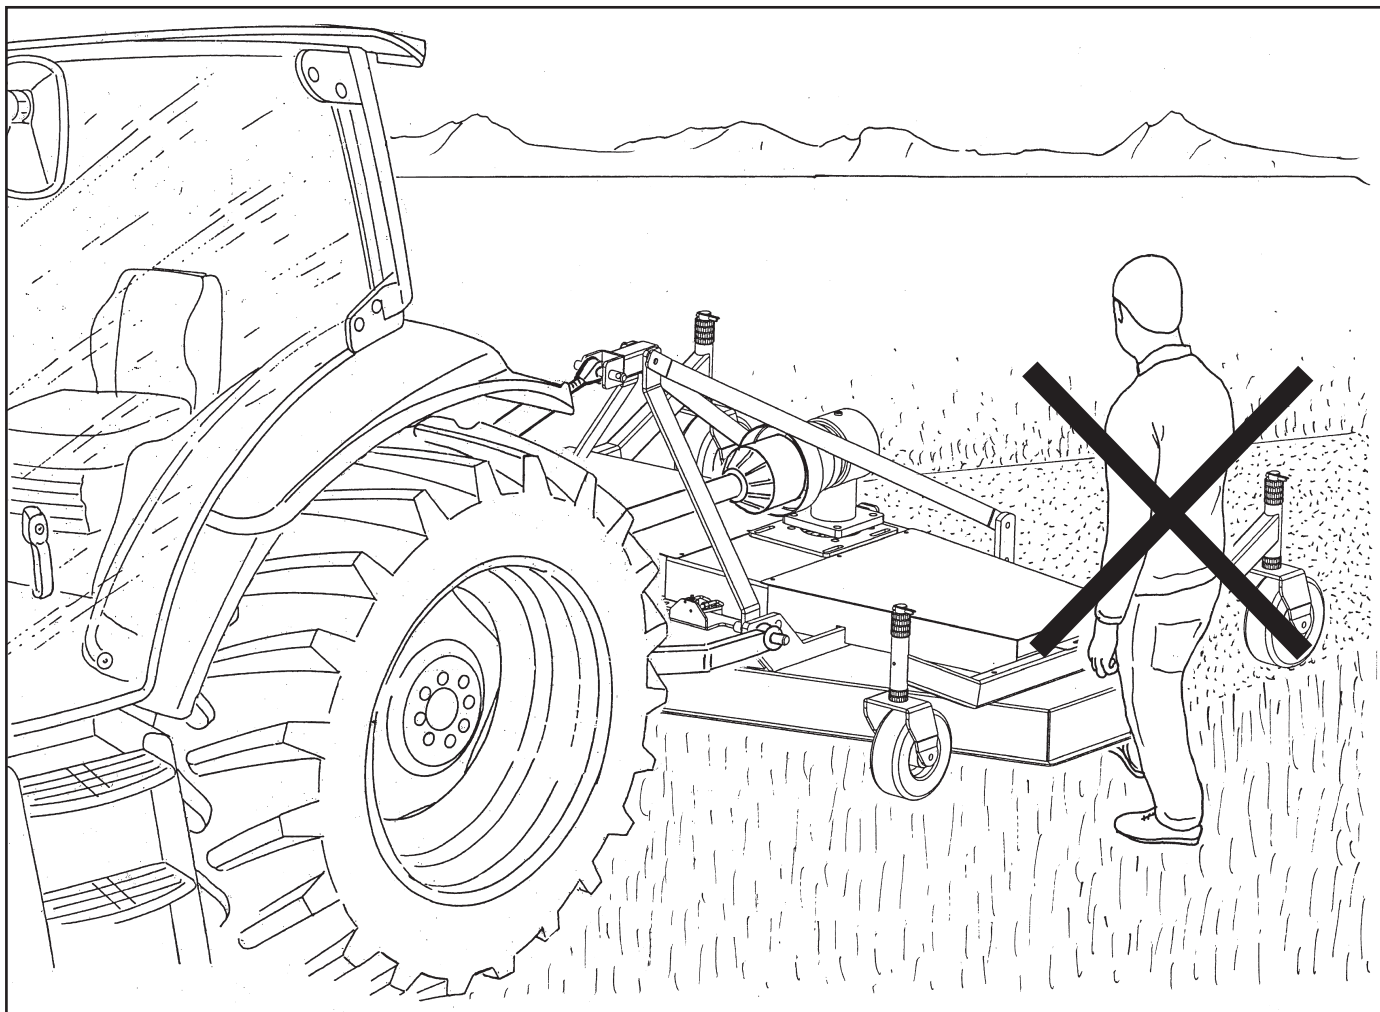

Fig. 2
- Fare attenzione che nessuna persona estranea, specie durante l'avanzamento, si trovi vicino alla macchina (**Fig. 2**) in quanto un abbassamento della macchina, per qualsiasi causa anche imprevedibile (ad esempio un cedimento del terreno) potrebbe causare lo schiacciamento con conseguente lesioni molto gravi e irreversibili.
- Make sure no outsider is next to the machine (**Fig. 2**), particularly while it is moving, since a lowering of the machine (for example, yielding of the ground), cause a crushing resulting in very serious and irreversible injuries.